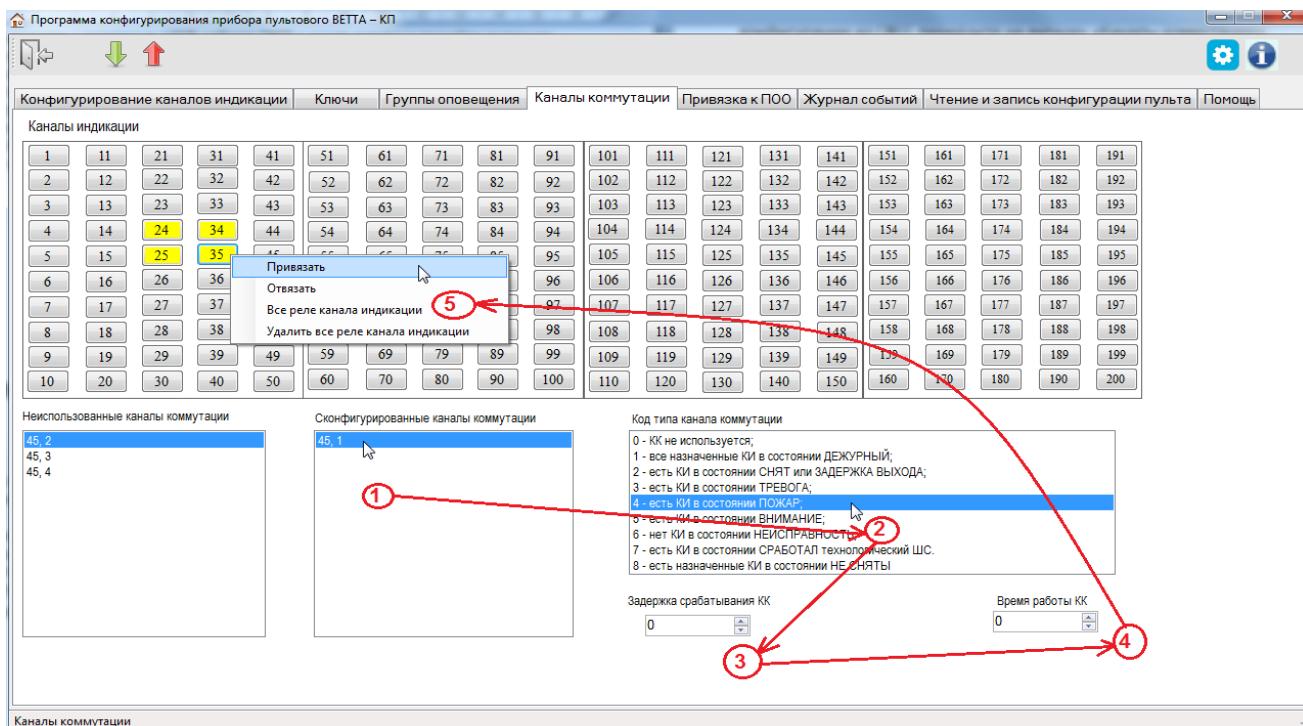

Рис. 28. Порядок действий при настройке канала коммутации блока реле «ВЕТТА-БР»
- 4) После завершения чтения текущей конфигурации и запуска основного окна программы-конфигуратора, перейдите на вкладку «Каналы коммутации» (Рис. 28).
- 6) Для настройки канала коммутации перетащите его из списка «Неиспользованные каналы коммутации» в список «Сконфигурированные каналы коммутации» (Рис. 28, шаг1).
- выберите условие срабатывания канала коммутации из списка (Рис. 28, шаг 2),
- выберите задержку срабатывания канала коммутации, в секундах (при нулевом значении – задержка отсутствует; Рис. 28, шаг 3),
- выберите длительность пребывания канала коммутации в сработавшем состоянии, в секундах (при нулевом значении – длительность без ограничения; Рис. 28, шаг 4).
9) Вызовите правой кнопкой мыши контекстное меню и выберите команду «Привязать» (Рис. 28, шаг 5).